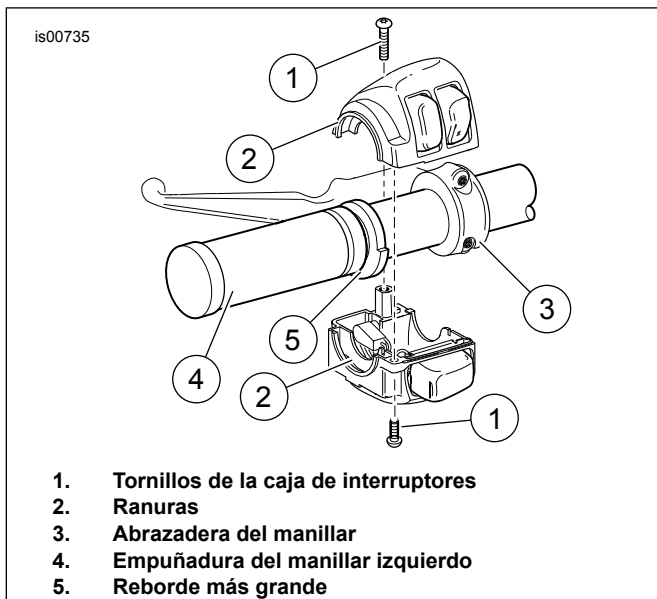

Figura 1. Caja de interruptores del manillar izquierdo
1. Ver Figura 1 . Extraiga los dos tornillos con arandelas planas que aseguran la abrazadera del manillar (3) a la pieza de soporte de la palanca del embrague. Quite la abrazadera y coloque el conjunto de la palanca manual del embrague alejado del manillar.
2. Afloje pero no quite, los tornillos de las cajas superior e inferior de interruptores (1).